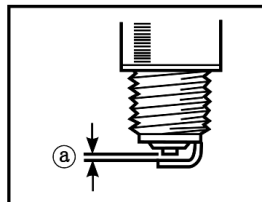

Fig. 30 – Folga da vela
- Remova os parafusos (1) e, em seguida, remova a tampa, conforme Fig. 30.